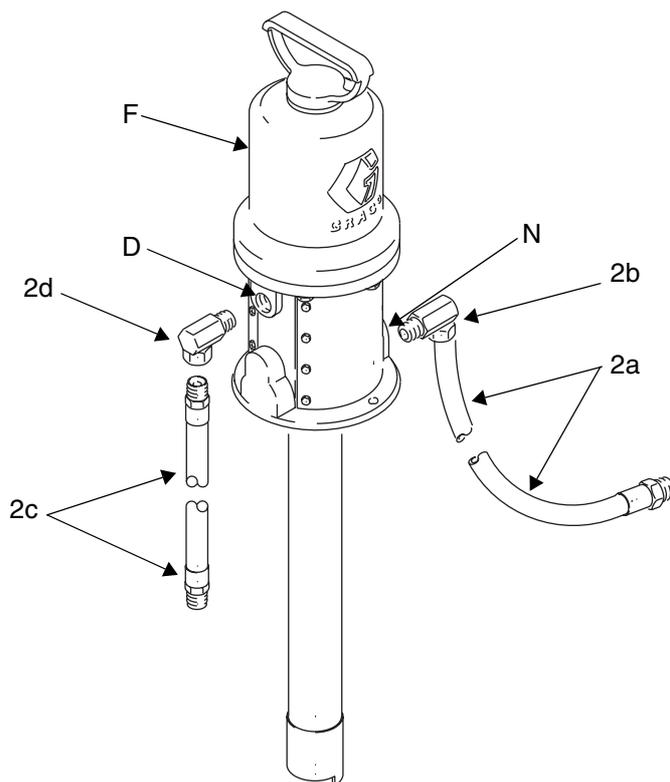
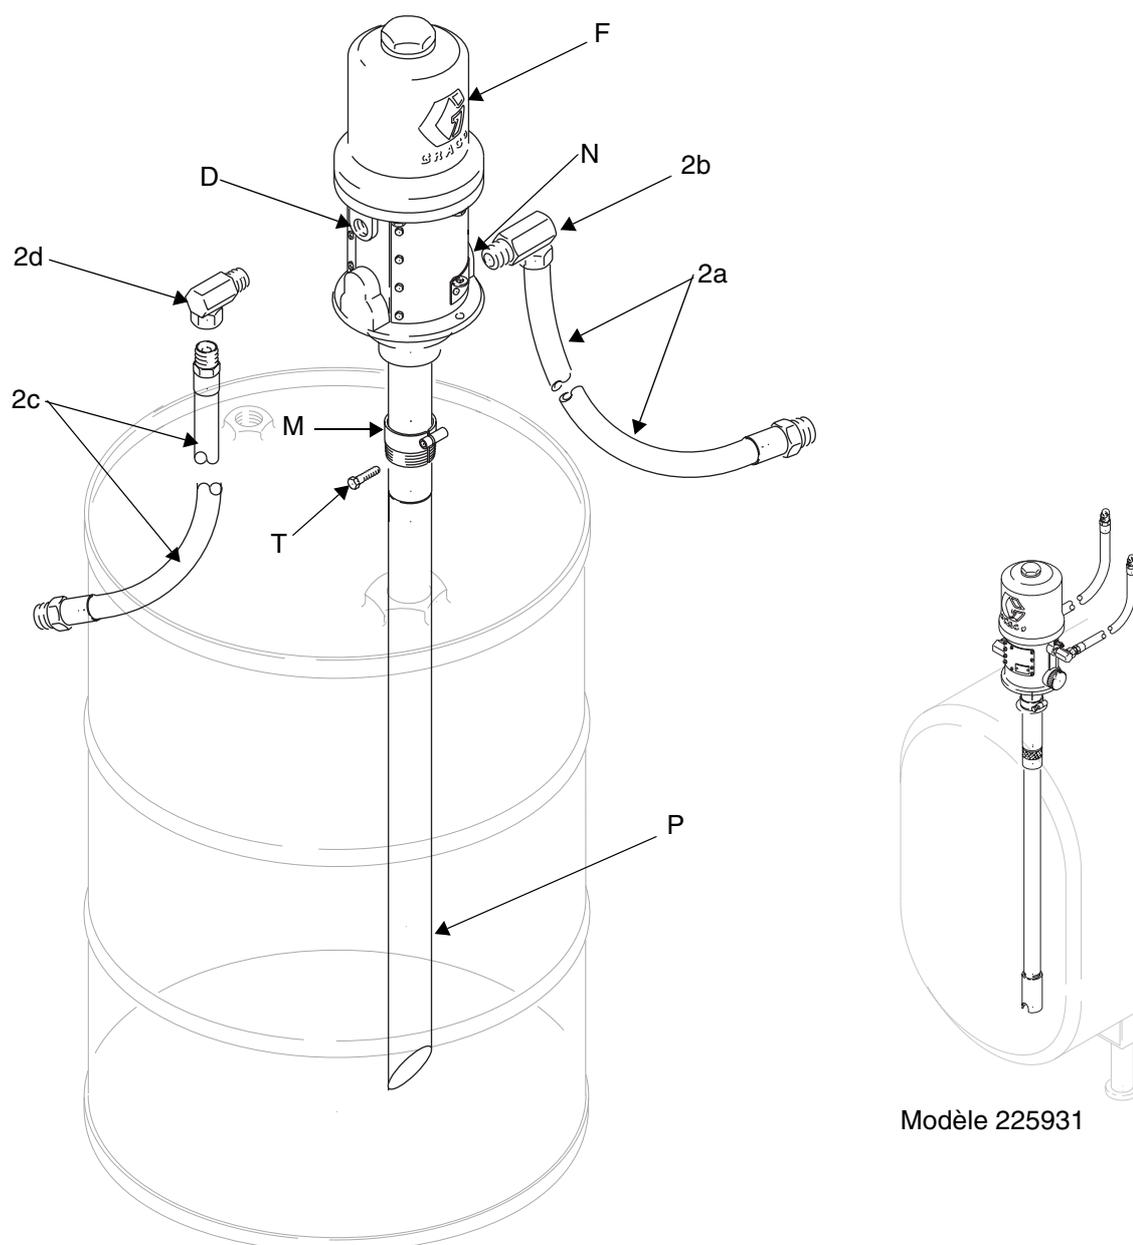

FIG. 3
FIG. 7
Les lettres servant à identifier les composants de la FIG. 1 figurent sur les plans d'installation, FIG. 3 à FIG. 7. D'autres lettres de repère sont également utilisées sur les plans d'installation si nécessaire.
1. Visser l'adaptateur de bonde (M) sur la bonde du fût. Voir FIG. 7
2. Pour 246907, couper le tube (P) suivant un angle de 45° pour adapter la longueur du tube à la taille du fût. Une fois le tube mis en place, son extrémité pointue doit se trouver à env. 25 mm du fond du fût. Pour les modèles 224640 et 225931, la taille du tube d'aspiration est adaptée au fût.
3. Bien serrer la vis (T) de l'adaptateur de bonde pour maintenir la pompe en place.
4. Appliquer de la colle à filetage sur la partie mâle du raccord tournant de 3/8 npt (2d). Visser le raccord sur l'entrée d'air de la pompe (D).
5. Appliquer de la colle à filetage sur la partie mâle du raccord tournant de 1/2 npt (2b). Visser le raccord sur la sortie produit de la pompe (N).